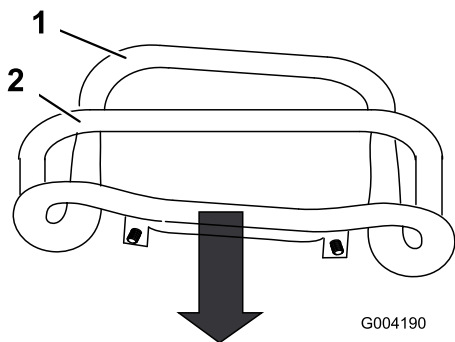

Figura 54
3. Tirate all'indietro il comando della trazione in modo che la parte anteriore del comando venga a contatto con la barra di riferimento (Figura 54).